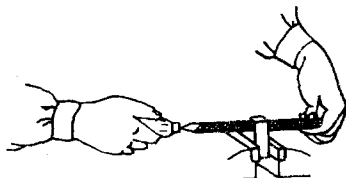

图 1-3 中型锉刀握持法
②中型锉刀握持法:右手握柄方法与上面相同,左手以拇指和食指握住锉刀的尖端,见图 1-3。